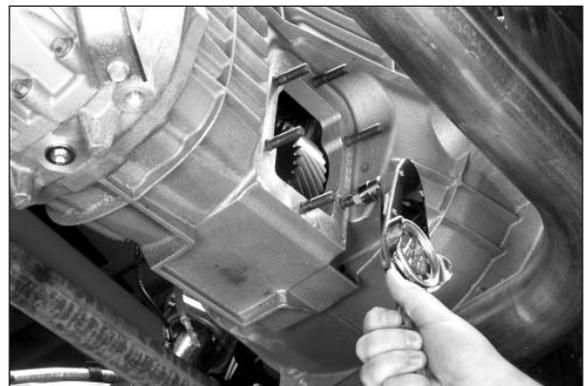

Fig. 3
4. Montare i sei prigionieri e serrarli a una coppia di 23 - 26 N.m [17 - 19 lb-ft] (**fig. 3**).